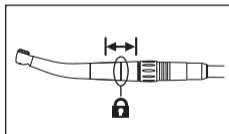

Fig. 3
- 2 Assurez-vous que la pièce à main est bien installée dans le raccord (Fig. 3).